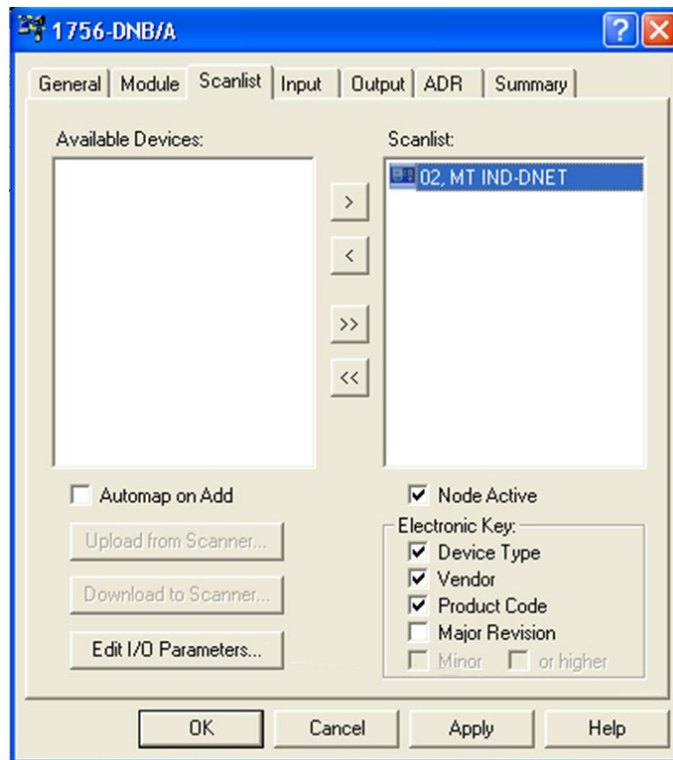

Abbildung 3-18: IND-Terminal zur Scanliste hinzugefügt
8. Markieren Sie das IND-Terminal (MT IND-DNET) und klicken Sie mit der linken Maustaste darauf, um es zur Scanliste hinzuzufügen. Sobald das IND-Terminal hinzugefügt wurde, erscheint es im rechten Teilfenster (Abbildung 3-18). Klicken Sie auf **OK**.
9. Bearbeiten Sie im nächsten Schritt die I/O-Parameter des IND-Terminals, indem Sie auf die Schaltfläche **Edit I/O Parameters** (I/O-Parameter bearbeiten) klicken (siehe Abbildung 3-18). Die I/O-Größe hängt vom Datentyp und der Anzahl der im Terminal ausgewählten Zeitfenster ab. Beachten Sie, dass Zeitfenster ein Terminalbegriff ist, der in der Regel bei DeviceNet nicht verwendet wird; er leitet sich aus der vorhergehenden PLC-Speicherzuordnung ab. Der Begriff wird in der Terminalkonfiguration verwendet, um in der gesamten METTLER-TOLEDO-Terminalreihe konsistent zu bleiben. Für die Formate Ganzzahl oder Teilstrich mit einem Nachrichtenzeitfenster werden 4 Bytes für den Eingang und 4 Bytes für den Ausgang verwendet. Für die Formate Ganzzahl oder Teilstrich mit zwei Nachrichtenzeitfenster werden 8 Bytes für den Eingang bzw. 8 Bytes für den Ausgang verwendet. Für das Gleitpunktformat sind es immer 8 Bytes für den Ein- und Ausgang.